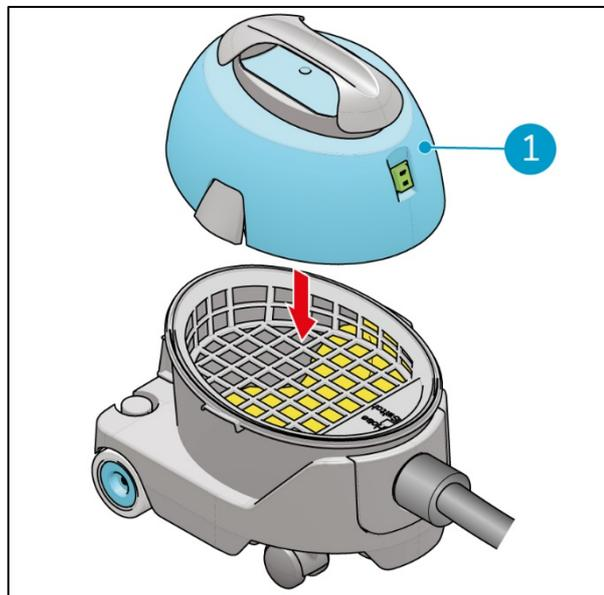

Abbildung 13
15. Platzieren Sie den Deckel (Abbildung 13, Pos. 1) auf dem Kanister.